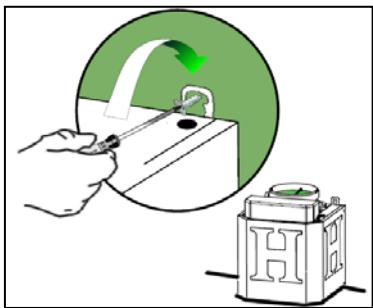

图. 9
- 用配套的 2 (two) ST5 x 50 螺丝把机体固定到墙上。拧紧螺丝。注意：如果需要可调整机身平衡。(图. 9).
校准机体(如果需要)(图. 9)